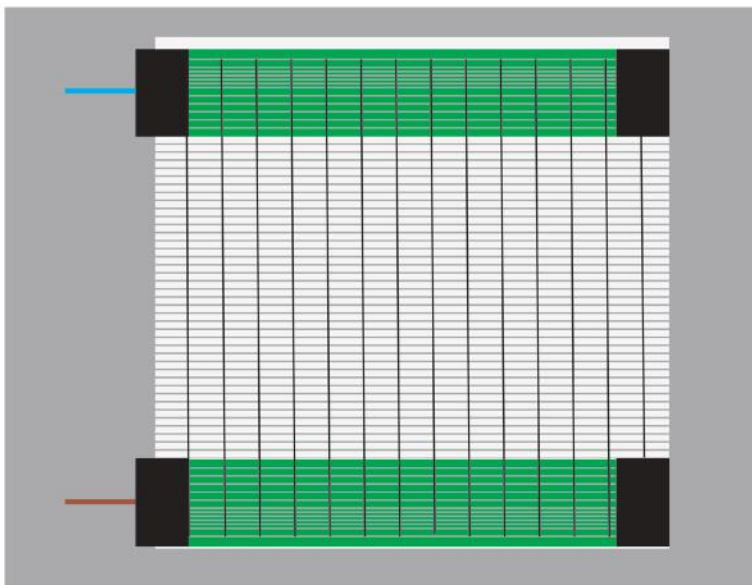

Рис. 13
5.4.19. Заизолируйте контакты в местах соединения и с противоположной стороны, а также в местах отреза нагревательного элемента (в случае повреждения черной нити) с помощью битумной ленты (см. рис.13).